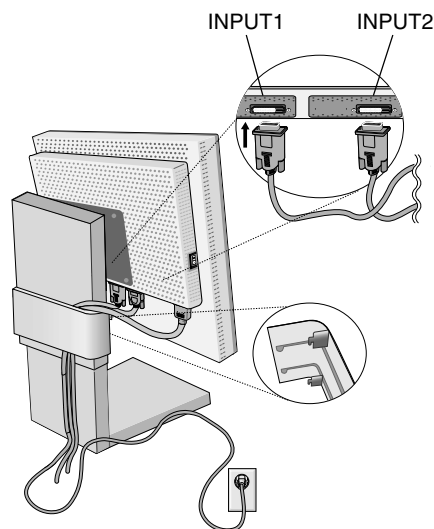

Abbildung C.1
3. Stecken Sie das DVI-Signalkabel in den Anschluss auf der Rückseite des Monitors ein (**Abbildung C.1**).
4. Stecken Sie ein Ende des Netzkabels auf der Rückseite des Monitors und das andere Ende in die Steckdose ein (**Abbildung C.1**).